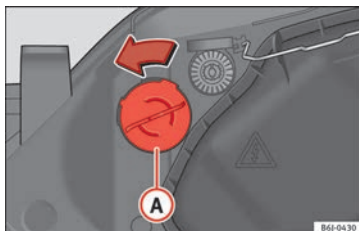

Bild 103 Blinkerslampa.
- Vrid lamphållaren » **bild 103 A** till vänster och dra.